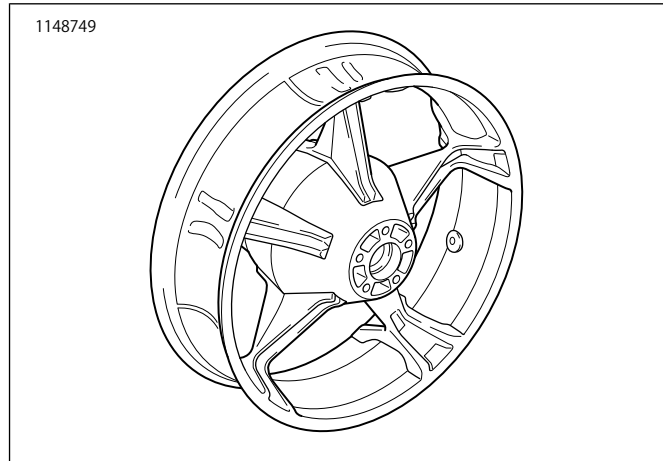

図1。交換用パーツ:AggressorRearWheels (アグレッサーリアホイール)
「図1」および「表1」を参照してください。
2. 「図1」を参照してください。バルブシステムアッセンブリー(H)をホイールに取り付けます。サービスマニュアルを参照してください。